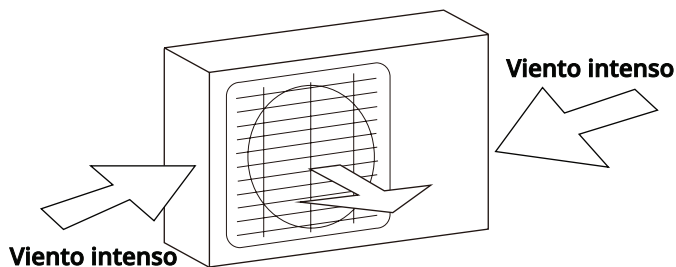
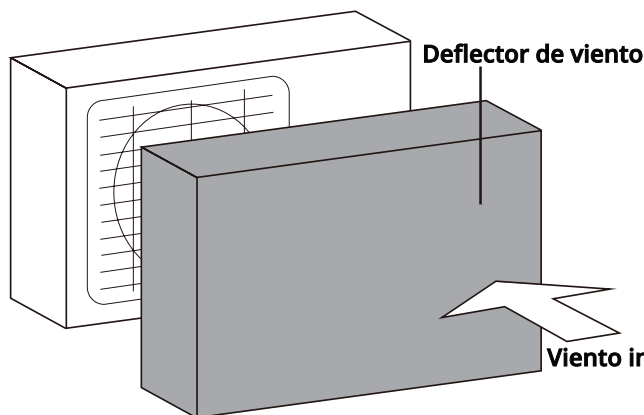

Fig. 5.2
Fig. 5.3
**Si la unidad está expuesta a fuertes vientos:** Instale la unidad de modo que el ventilador de salida de aire esté en un ángulo de 90° con respecto a la dirección del viento. Si es necesario, construya una barrera frente a la unidad para protegerla de vientos muy fuertes. Asegúrese de que la barrera contra el viento no bloquee el flujo de aire necesario. Consulte la Fig. 5.2 y la Fig. 5.3 a continuación.